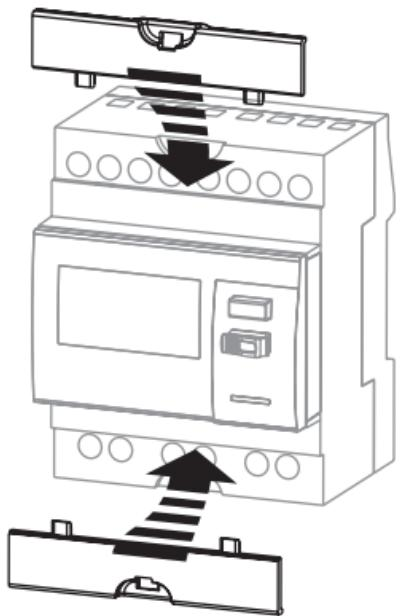

Fig.1
The E42 meter only complies with the MID directive for connection to systems: 4NBL (fig.1 p.25) and 1Ln (fig.5 p.28)
- > Fitting of terminal covers (fig.1 below)
Der Zähler E42 entspricht der MID-Richtlinie nur bei Anschluss auf folgende Netze: 4NBL (fig.1 p.25) and 1Ln (fig.5 p.28)
- > Montage der Klemmenabdeckung (nebenstehende Abb. 1)